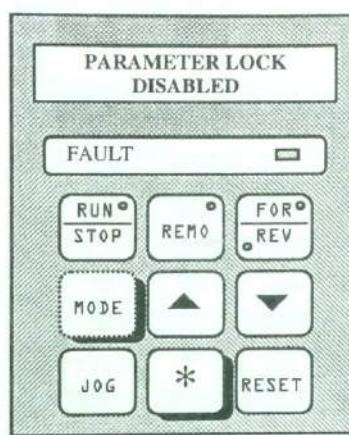

FIG 3.10
- ☞ Press **MODE** key till get the display '**PARAMETER LOCK ENABLED**' or '**PARAMETER LOCK DISABLED**'. (fig. 3.10)